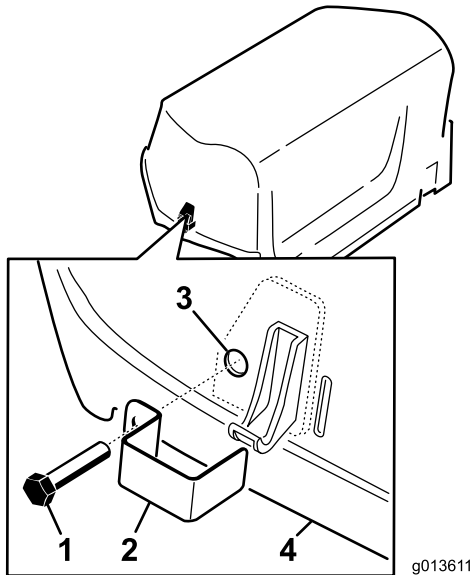

Figura 5
1. Instale un seguro de cierre sobre los cierres derecho e izquierdo del capó (Figura 5) con un perno de rosca completa (2 en total).
2. Usando un alicate o una llave inglesa ajustable, enrosque una arandela de freno con dientes internos sobre cada perno (1-2 vueltas) para sujetar los pernos (Figura 5).